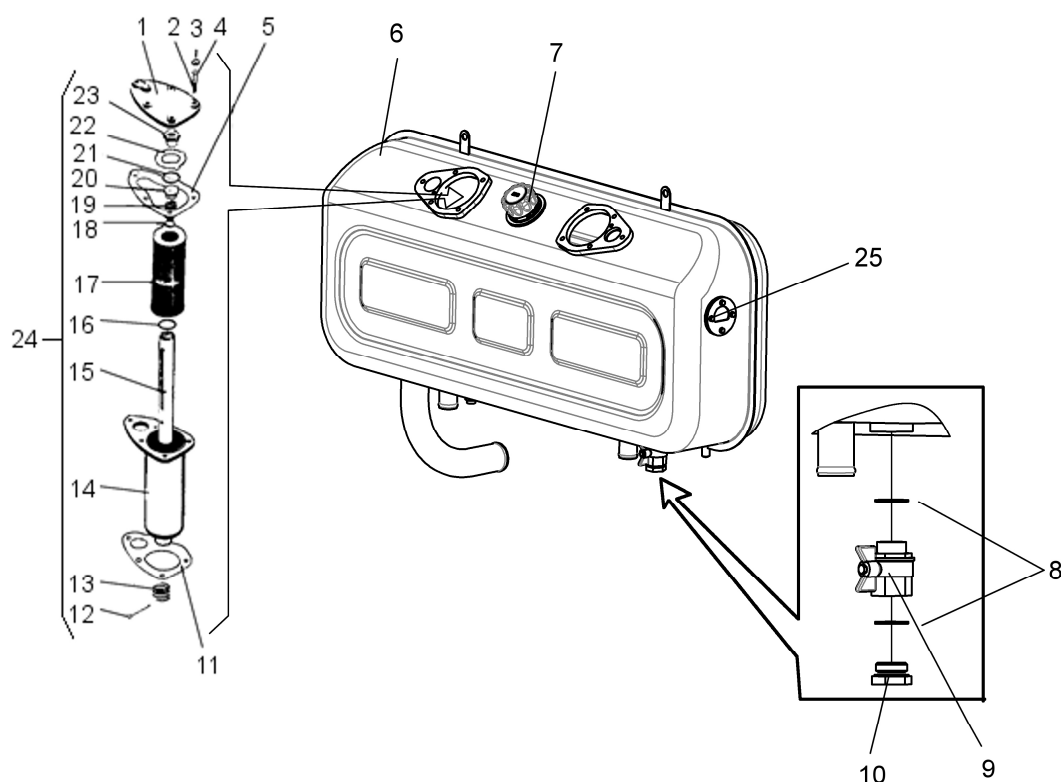

Рис. 46 Гидробак
Уровень масла в гидробаке проверяйте по смотровому окну 25 (рис. 46), масло должно быть видно в смотровом окне. Чистое масло заливаете через сетку заливной горловины 7. При проверке уровня масла в гидробаке убедитесь в отсутствии пенообразования.
а) Отверните гайки крепления 3 (см. рис. 46) и снимите крышку 1.
1. Долить масло в гидробак через отверстие маслозаливной горловины, при этом уровень масла должен доходить до середины корпуса фильтра 11 (рис. 46).